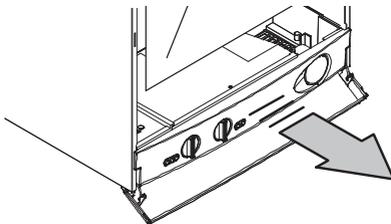

Рисунок 5.14
- Потяните вперед панель управления, чтобы получить доступ к клеммной колодке подключений электрического питания (Рисунок 5.14).